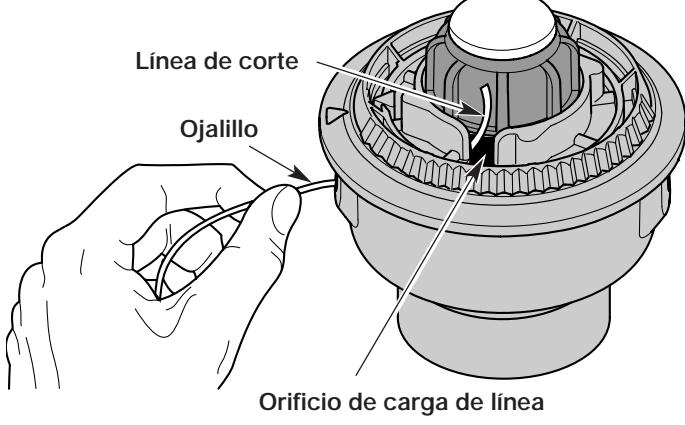

Figure 16
3. Saque la línea vieja por los orificios de carga y de cierre de línea (Fig. 16 y 17).
4. Inserte una pieza de línea de corte dentro de uno de los ojalillos de la bobina exterior. Páselo hacia arriba a través del orificio de carga del carrete interior (Fig. 16). No doble la línea al insertarla en el ojalillo.